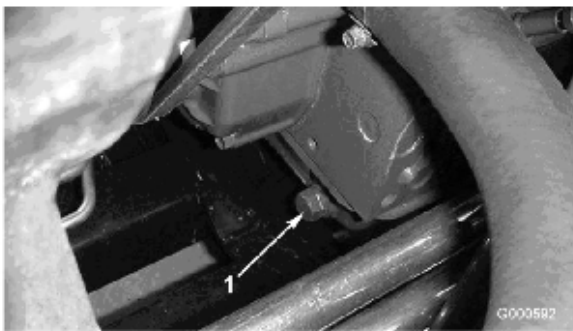

図 31
1. ドレン・プラグ (図 31) を外してオイルを容器に受ける。オイルが抜けたらドレン・プラグを取り付ける。